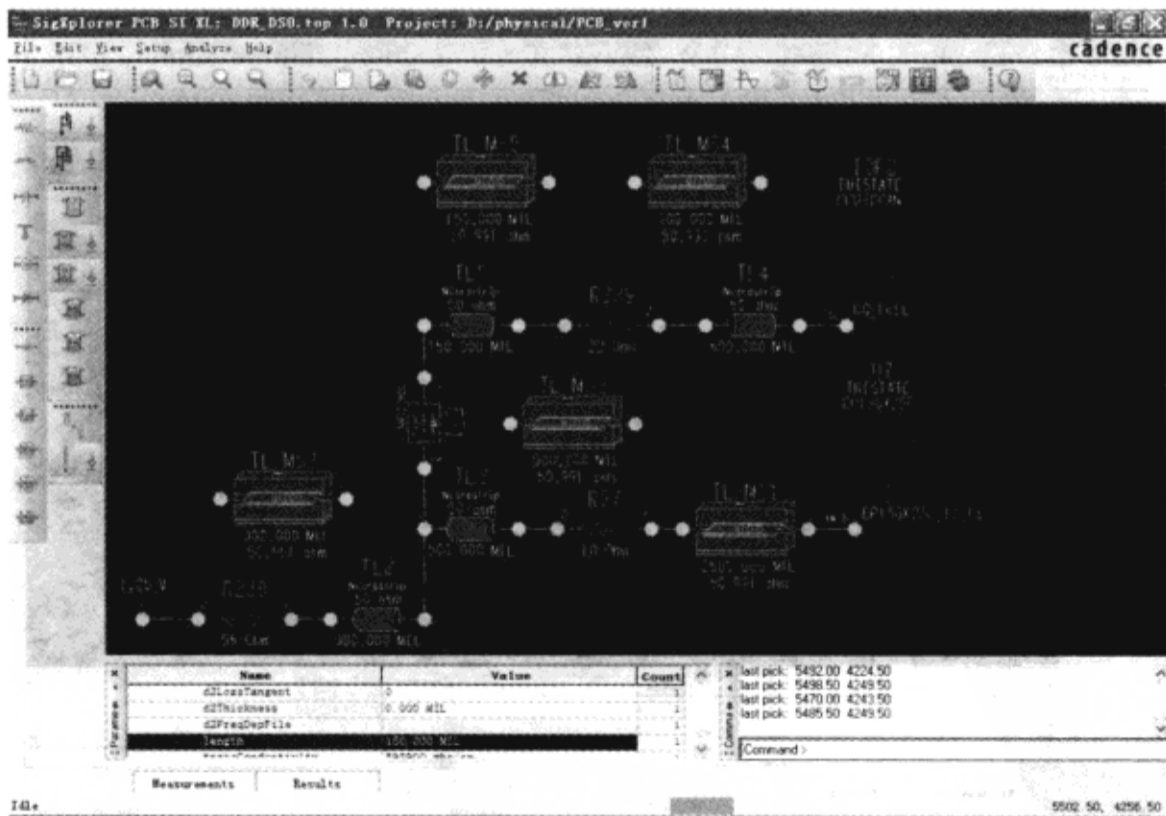

图 3-8-40 编辑更改模型参数
(7) 单击鼠标右键，从弹出的菜单中选择“End Copy”，完成复制。
(8) 在 SigXplorer 工作区间单击文本 MS2，将其“length”属性设置为“300MIL”；将 MS3 的“length”属性设置为“500MIL”；将 MS4 的“length”属性设置为“600MIL”；将 MS5 的“length”属性设置为“150MIL”，设置完成后如图 3-8-40 所示。